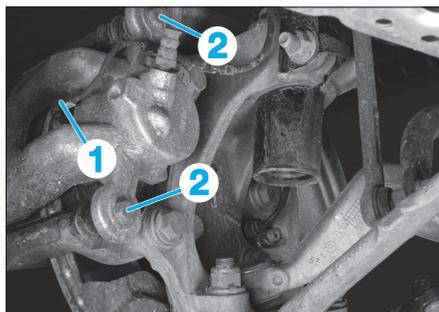

Fig. 1
- Côté gauche, déposer le capteur d'usure (1) des plaquettes de frein (Fig.1).
- Déposer les vis de guidage (2) et dégager l'étrier de frein.